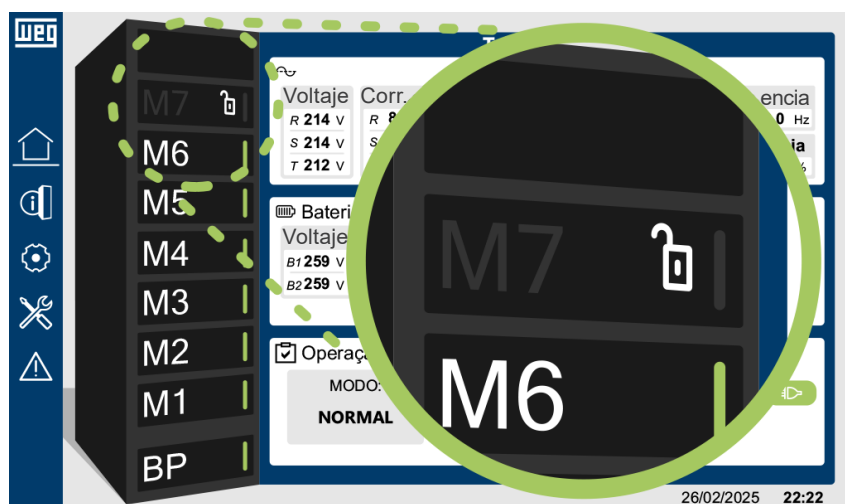

Figura 7.2: Señalización en la IHM representando los estados de los módulos
La IHM del producto permite visualizar los *status* de los módulos de potencia y de *bypass*, conforme ilustrado en la Figura 7.2 en la página 7-6.
- *Slots* sin módulo conectado: serán representados en la IHM por un *slot* en negro, como ejemplificado por el módulo de potencia 8 (M8) en la Figura 7.2 en la página 7-6.
- Módulo conectado, pero con traba de *hotswap* destrabada: cuando el módulo está conectado y inicializado, pero con la traba de *hotswap* en la posición destrabada, él será exhibido con un ícono de candado abierto y el LED de señalización apagado, como demostrado por el módulo de potencia 7 (M7) en la Ítem Figura 7.2: Señalización en la IHM representando los estados de los módulos en la página 7-6.
- Módulo travado y operando: un módulo con la traba de *hotswap* en la posición travada y en operación será representado por el número correspondiente a su posición en el *rack* y con el LED en la color que indica su *status*. Por ejemplo, el módulo de potencia 6 (M6), operando normalmente, sin alarmas o fallas, está ilustrado en la Figura 7.2 en la página 7-6.